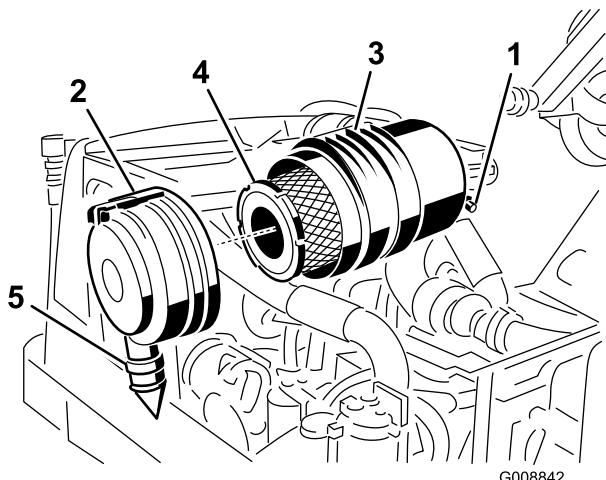

Figure 54
Faites l'entretien du filtre à air uniquement quand l'indicateur de colmatage (Figure 54) indique que cela est nécessaire. Changer le filtre à air prématurément ne fait qu'accroître le risque de contamination du moteur par des impuretés quand le filtre est déposé.
- Tirez le verrou vers l'extérieur et tournez le couvercle du filtre à air dans le sens anti-horaire (Figure 54).
- Enlevez l'élément principal (Figure 54). Il est déconseillé de nettoyer les éléments usagés car cela risque d'endommager le matériau du filtre. Vérifiez que le filtre de rechange n'a pas été endommagé pendant le transport. Vérifiez l'extrémité d'étanchéité du filtre et du corps. N'utilisez pas l'élément s'il est
3. Remplacez l'élément principal (Figure 54).
6. Montez le couvercle en dirigeant la valve de sortie en caoutchouc (Figure 54) vers le bas, entre 5:00 et 7:00 heures environ vu de l'extrémité. Fermez le verrou.